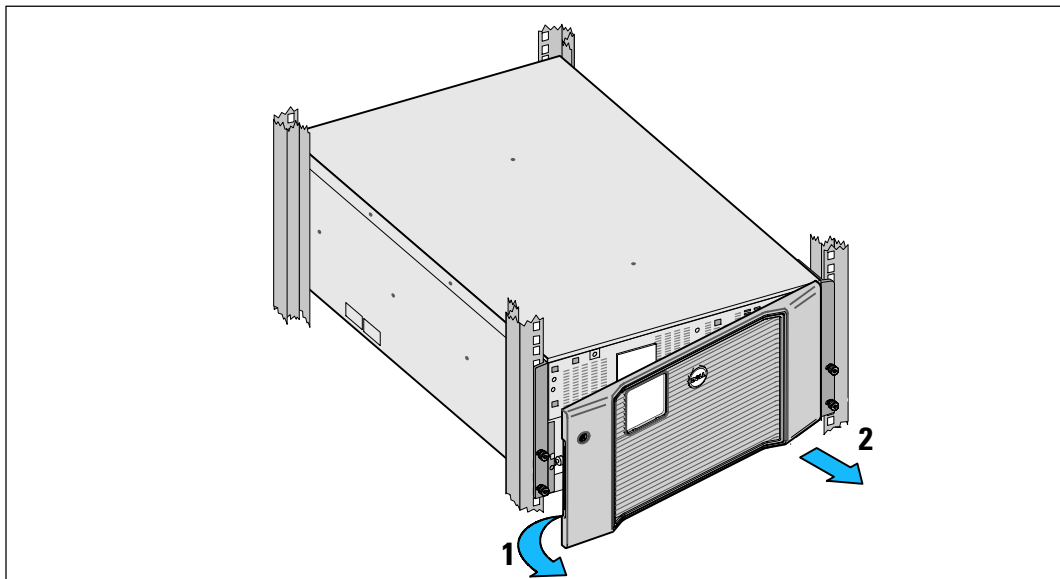

Рисунок 38. Снятие передней крышки ИБП
- 1 Снимите переднюю крышку ИБП (см. Рисунок 38):